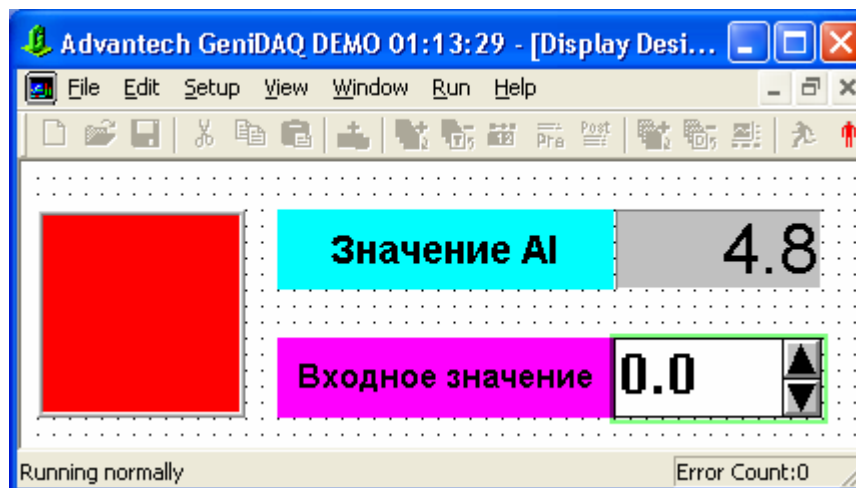

Рис. 4.109. Демонстрация работы проекта в окне отображения
6. *Шестое действие.* Сохраните созданный проект (стратегию). Для этого выполните команду **File | Save As**, в появившемся диалоговом окне укажите необходимую информацию и нажмите кнопку **Сохранить**. Это нужно выполнить для обоих файлов проекта с расширениями **.gni** и **.HLD**. После сохранения файлов созданного проекта запустите созданный проект с помощью кнопки **Start** на панели инструментов (рис. 4.109). В процессе работы приложения обратите внимание на состояние индикатора и проанализируйте, почему индикатор ведет себя таким образом. Остановить работу проекта можно с помощью кнопки **Stop** на панели инструментов.